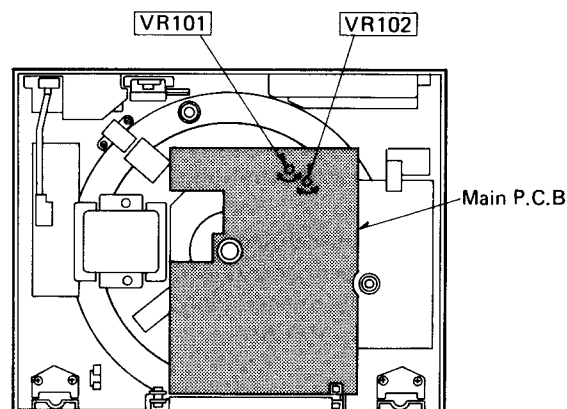

Fig. 23
6. Adjust VR101 by the screwdriver from under the set until the rated speed (45 r.p.m.) is obtained while checking it through the stroboscope. (See Fig. 23.)
8. Adjust VR102 by the screwdriver until the rated speed (33-1/3 r.p.m.) is obtained while checking it through the stroboscope. (See Fig. 23.)
6. VR101 von der Unterseite her mit einem Schraubenzieher justieren, bis die Nenndrehzahl (45 U/min) anhand des Stroboskops festgestellt wird. (Siehe Abb. 23)
(Siehe Abb. 23)